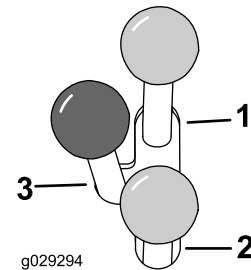

Bild 13
- Wenn Sie ein hydraulisches Anbaugerät vorwärts einsetzen möchten, schieben Sie den Hilfshydraulikhebel nach vorne (Bild 13).
- Wenn Sie ein hydraulisches Anbaugerät rückwärts bewegen möchten, schieben Sie den Hilfshydraulikhebel nach hinten (Bild 13).
Hinweis: Wenn Sie den Hebel in der VORWÄRTS- oder RÜCKWÄRTS-Stellung loslassen, geht er automatisch in die NEUTRAL-Stellung zurück (Bild 13).